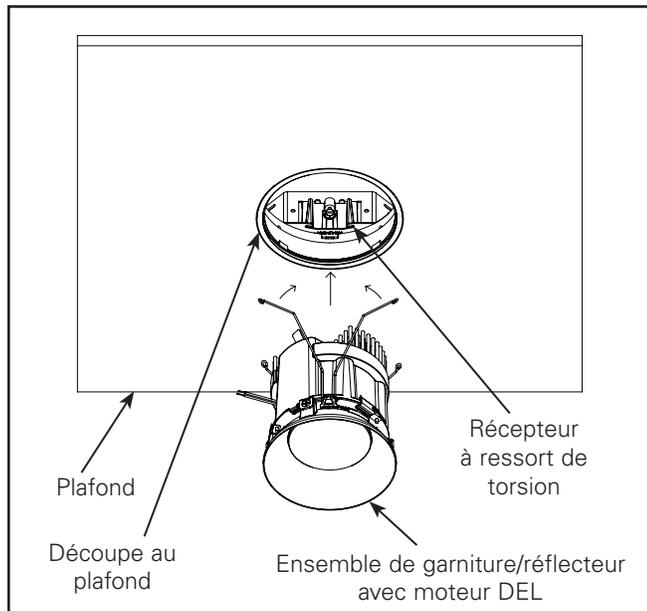

Figure 6
**Étape 4 :** Installez l'ensemble de la garniture avec le moteur à DEL, alignez le connecteur et branchez le débranchement rapide du luminaire sur le moteur à DEL selon les instructions d'installation fournies avec le boîtier. Installez le moteur de lumière à DEL et l'assemblage de la garniture en insérant les ressorts de torsion dans les récepteurs à ressort situés à l'intérieur du boîtier. Voir la Figure 6.